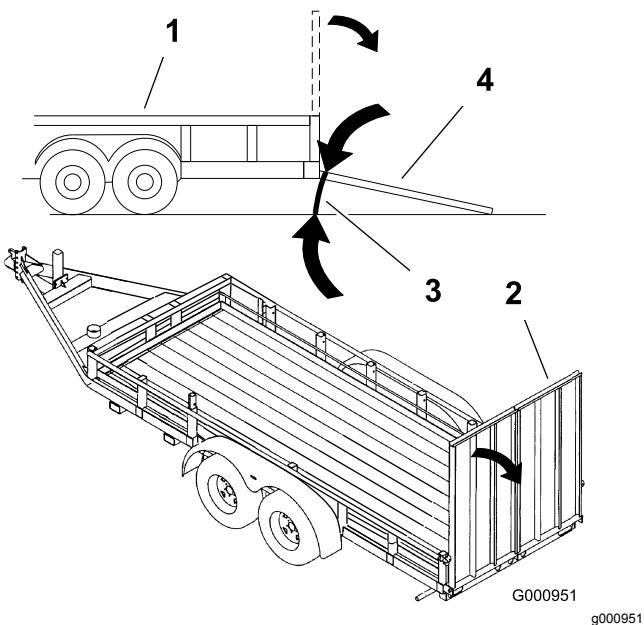

Figure 28
- Utilisez une rampe d'une seule pièce qui dépasse de chaque côté des roues arrière, plutôt que des rampes individuelles pour chaque côté de la machine (Figure 28). La plate-forme abaissée et verrouillée en position doit dépasser à l'arrière entre les roues arrière, ce qui empêche la machine de basculer en arrière. La rampe d'une seule pièce constitue une surface d'appui pour la plate-forme au cas où la machine bascule en arrière. Lorsque la plate-forme est relevée, une rampe d'une seule pièce constitue une surface sur laquelle vous pouvez marcher derrière la machine.
- La rampe doit être suffisamment longue pour que les angles n'excèdent pas 15 degrés (Figure 28). Si l'angle est supérieur, des composants des louchets peuvent se coincer lors du transfert de la machine de la rampe à la remorque ou au